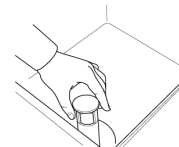

Fig.41
- 1- Aprire la porta, rimuovere il troppopieno e chiudere la porta. (Fig.41)